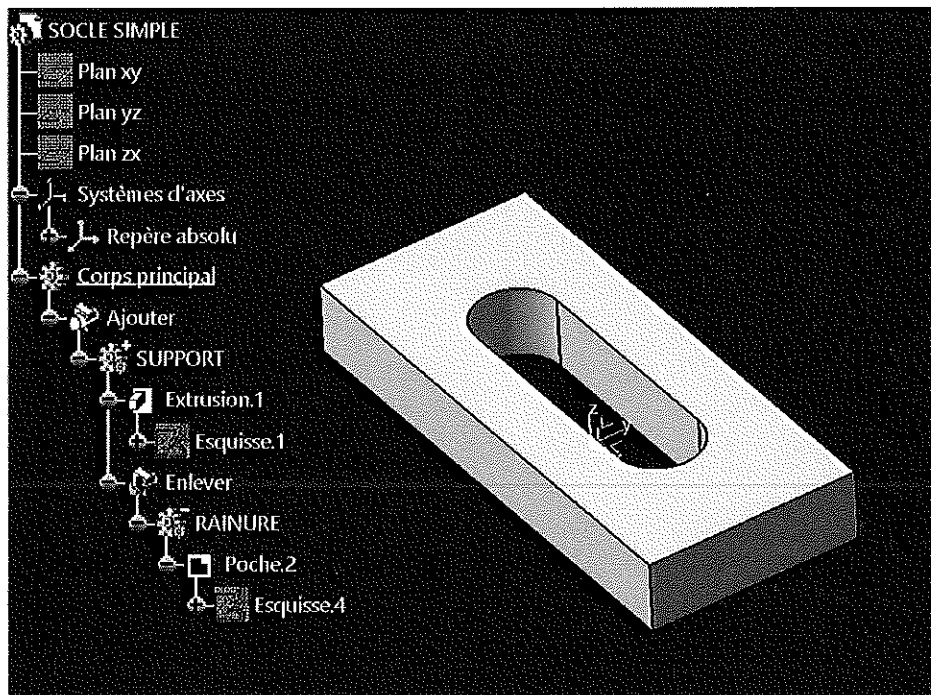

Figure 7. P₃ : Socle simple
- P_3 : Socle simple (Figure 7)